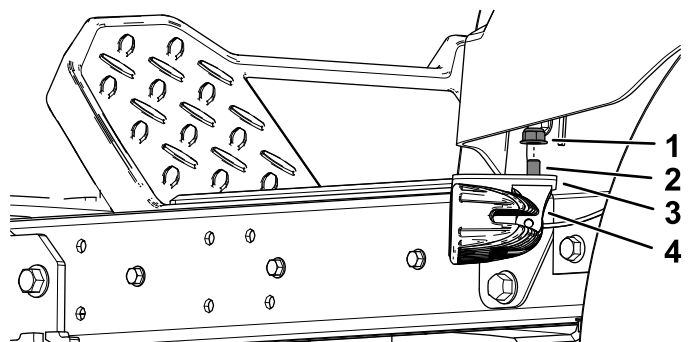

Bild 6
2. Setzen Sie die Sechskantschraube (5/16" x 3/4") durch die LED-Lampe und die seitliche Lampenhalterung ein und befestigen sie mit der Bundmutter (5/16"), wie in Bild 6 abgebildet.